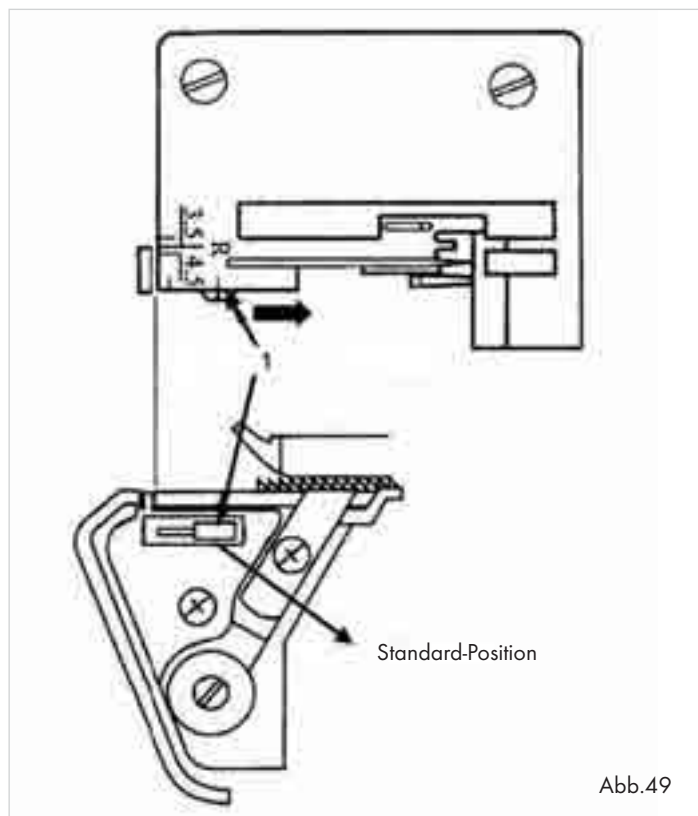

Abb.49
- Öffnen Sie die Frontklappe ⑩.
- Schieben Sie den Nahtbreitenschalter ⑬ auf „S“, damit der Nahtbreitenfinger vorgeschoben wird (1) (Abb. 49).